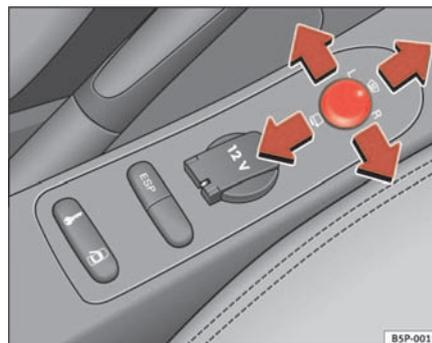

Fig. 91 Commande des rétroviseurs extérieurs
1. Tournez le bouton rotatif ⇒ fig. 91 en position **L** (**rétroviseur extérieur gauche**).
- Tourner la commande vers l'avant, en position centrale ⇒ page 128, fig. 91 , afin que les rétroviseurs thermiques se réchauffent et que la fonction de pare-brise chauffant* au niveau de la zone de contact des balais soit activée.
- Tournez le bouton rotatif ⇒ page 128, fig. 91 en position  pour rabattre les rétroviseurs extérieurs. Pour éviter tout dégât, il est conseillé de toujours rabattre les rétroviseurs extérieurs lorsque vous passez dans une installation de lavage automatique.